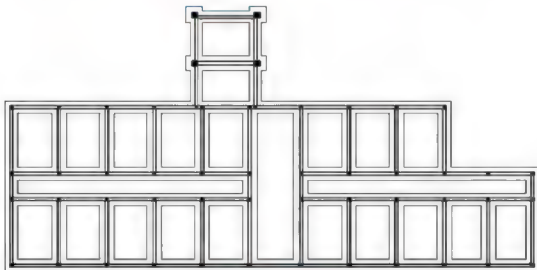

图 5.19 加粗基础墙
⑥ 在输入选项 [闭合(C)/合并(J)/宽度(W)/编辑顶点(E)/拟合(F)/样条曲线(S)/非曲线化(D)/线型生成(L)/放弃(U)]: 提示下, 输入“J”后按 Enter 键, 表示要执行【合并】子命令。这样, AutoCAD 将第②步创建的基础墙中所有首尾相连的对象连接在一起。
⑦ 在输入模糊距离或 [合并(J)/宽度(W)/编辑顶点(E)/拟合(F)/样条曲线(S)/非曲线化(D)/线型生成(L)/放弃(U)]: 0.0000 : 提示下, 按 Enter 键, 表示执行尖括号内默认的模糊距离“0.0000”。
⑧ 在输入选项, [打开(O)/合并(J)/宽度(W)/编辑顶点(E)/拟合(F)/样条曲线(S)/非曲线化(D)/线型生成(L)/放弃(U)]: 提示下, 输入“W”后按 Enter 键, 表示要改变线的宽度。
⑨ 在指定新合线段的新宽度: 提示下, 输入“50”, 表示将线的宽度由“0”改为“50”, 结果如图 5.19 所示。